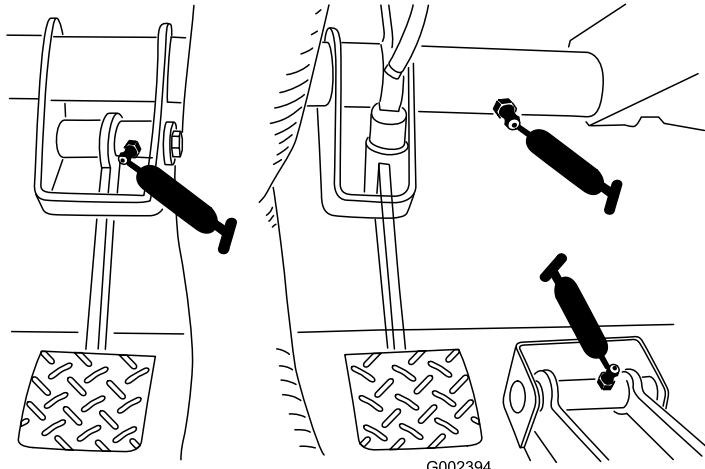

Figura 42
- Frizione (1), acceleratore (1), freno (1) (Figura 42)